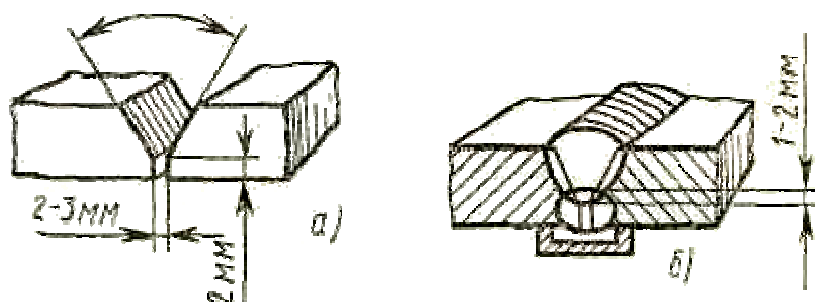

Рис. 4
1. Собрать на прихватках пластины толщиной 6 мм встык с V-образной разделкой кромок. Зазор в стыке 2 мм, угол раскрытия кромок 70-90°, притупление 2 мм (рис. 4, а).
4. Заполнить разделку вторым валиком, переплавив первый на глубину 1-2 мм (рис. 4, б).